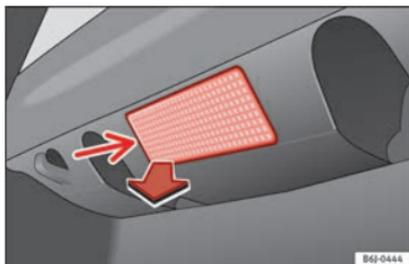

Fig. 194 Luce del bagagliaio.
- Estrarre il paralume facendo pressione sul bordo della sua parte interna (freccia) aiutandosi con la parte piana di un cacciavite »» fig. 194.